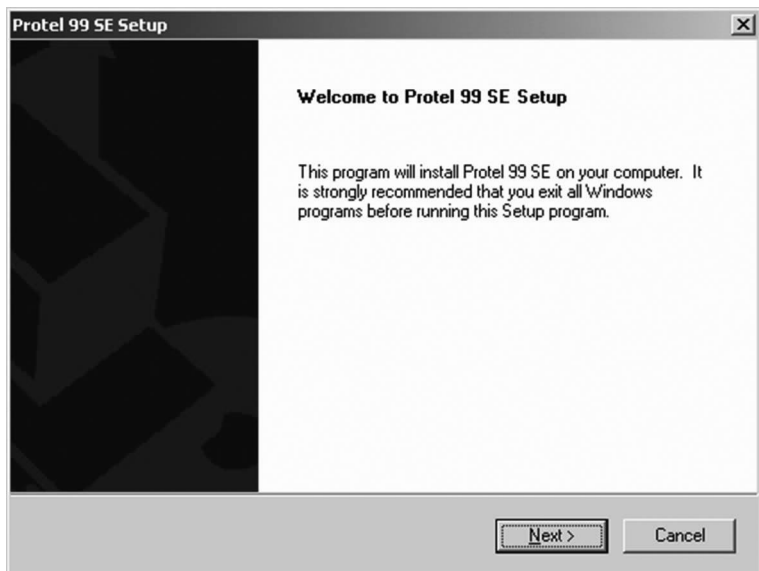

图 1-1 欢迎信息框
- (1) 将 Protel 99 SE 软件光盘放入计算机光盘驱动器中。
- (2) 放 Protel 99 SE 系统光盘后, 系统将激活自动执行文件, 屏幕出现图 1-1 所示的欢迎信息框。如果光驱没有自动执行的功能, 可以在 Windows 环境中打开光盘中的 Protel 99 SE 文